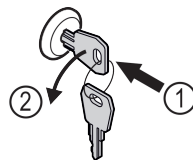

Fig. 170
- ▶ Shtyni çelësin brenda. Fig. 170 (1)
- ▶ Rrotulloni çelësin me 90° në drejtimin kundërorar. Fig. 170 (2)